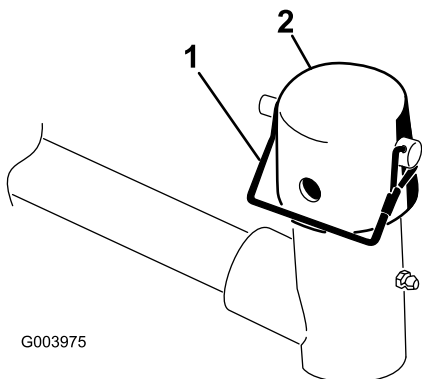

Figura 9
2. Retire el pasador de seguridad y el tapón de la horquilla de pivote del brazo de elevación (Figura 9).
Nota: Utilice la ranura si se desea que la unidad de corte sea dirigitible, y utilice el taladro si la unidad de corte va a quedar bloqueada en una posición fija (Figura 9).